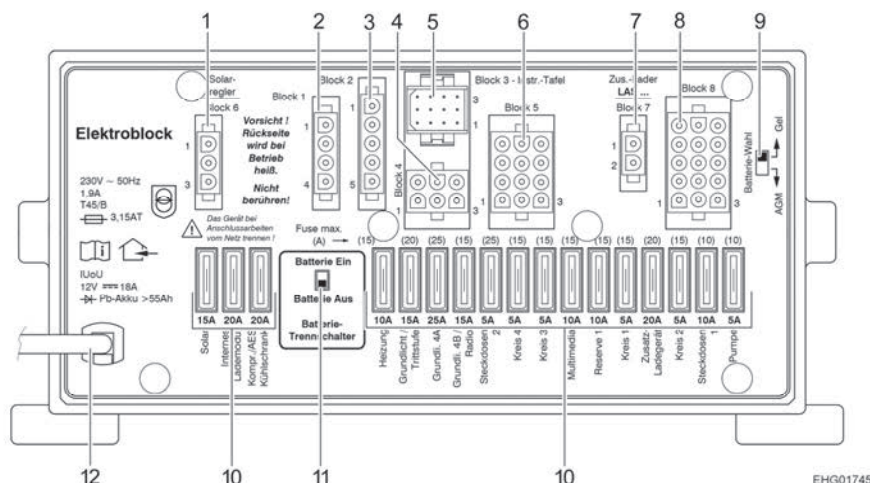

Fig. 104 Centralina elettrica (TEB310), fig. simile
- Spingere l'interruttore staccabatteria verso l'alto: Batteria inserita ("Batterie Ein"). Interruttore staccabatteria vedere Fig. 104,11.